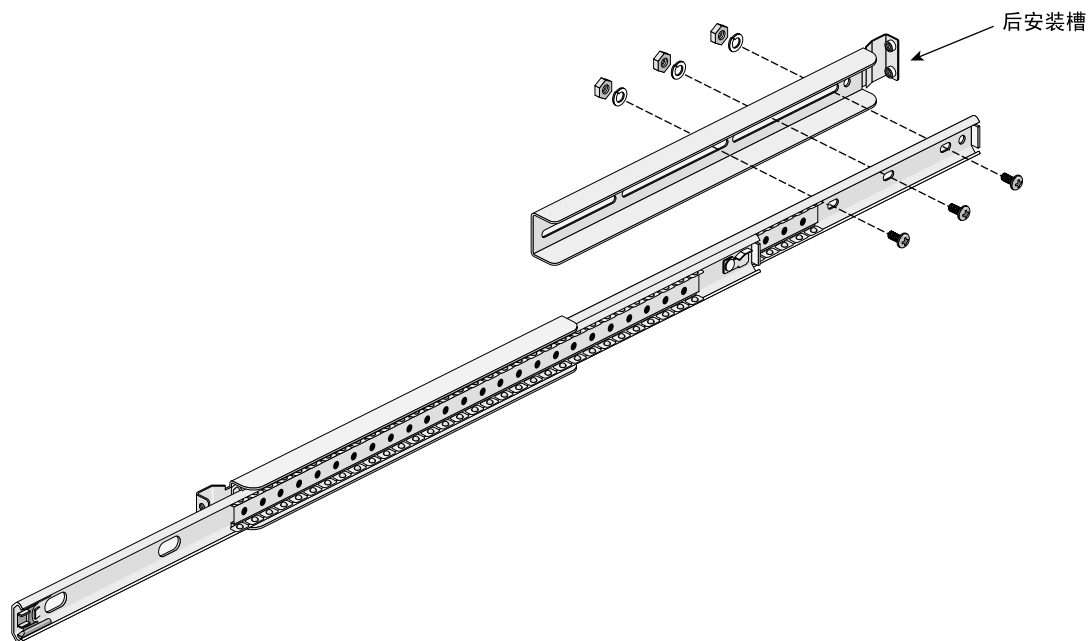

图2-4 将后安装槽附在滑槽上
9. 将三个M4xL8螺丝插入滑槽后部的三个长孔中，然后穿过安装槽上后面的两个狭槽（见图2-4）。安装槽后面的圆孔上不要上螺丝。